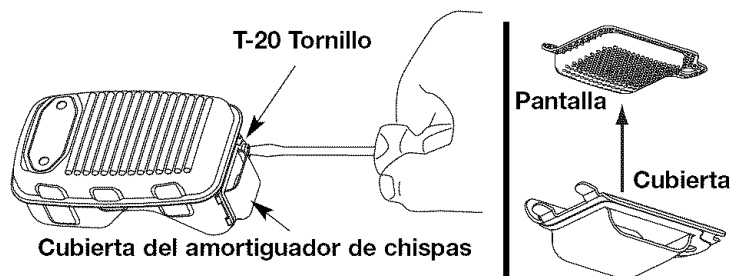

Fig. 28
3. Con un destornillador de vástago plano o broca Torx T20, saque el 1 tornillo que conecta la cubierta del amortiguador de chispas al silenciador (Fig. 28).
5. Saque la pantalla del amortiguador de chispas de la cubierta del amortiguador de chispas (Fig. 28).